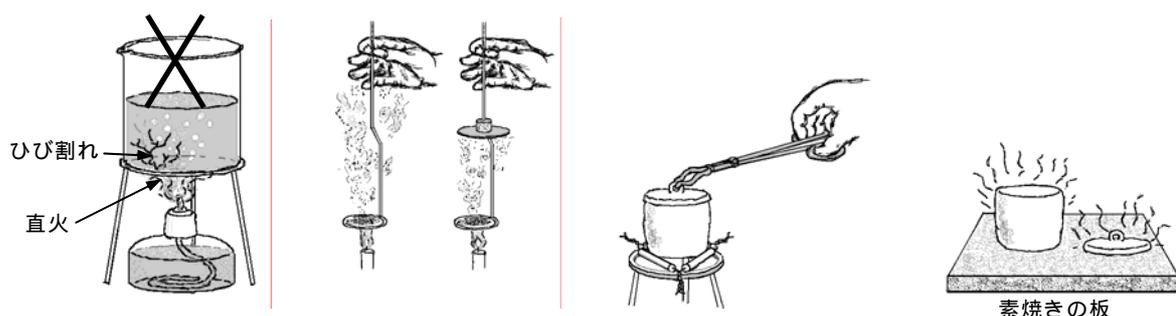

図 26 加熱時の操作 2
- (カ) ガラス製の容器は、一部を強熱すると割れる恐れがあるため、加熱するときは、必ず金網を敷いて加熱する。(図 26)
- (キ) 燃焼さじを使うときは、高温の上昇気流でやけどをすることがあるので、上端を持つか、フタ(金属の円盤など)を付けるようにする。(図 26)
- (ク) 加熱した蒸発皿やルツボを手で触るとやけどをするので、ルツボばさみで慎重に扱う。加熱後、机の上に直接置くと火事の原因となるので、素焼きの板などの上に置く。(図 26 ,)